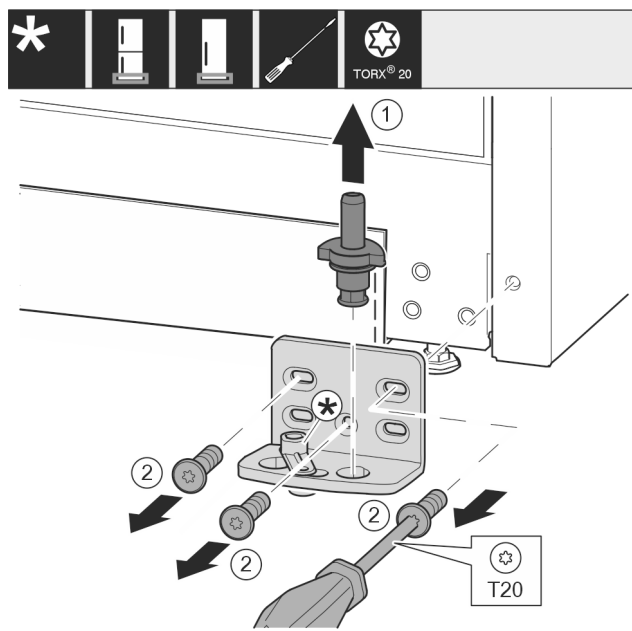

Fig. 13
- Træk lejebolten Fig. 13 (1) helt op.
- Skru skrue Fig. 13 (2) ud med en skruetrækker, og tag hængslet af.